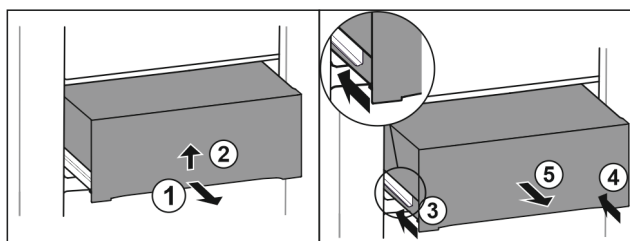

Fig. 56
- ▶ Estrarre il cassetto a metà. Fig. 56 (1)
- ▶ Sollevare il cassetto nella parte inferiore. Fig. 56 (2)
- ▶ Inserire la guida sinistra. Fig. 56 (3)
- ▶ Inserire la guida destra. Fig. 56 (4)
- ▶ Rimuovere il cassetto tirandolo in avanti. Fig. 56 (5)